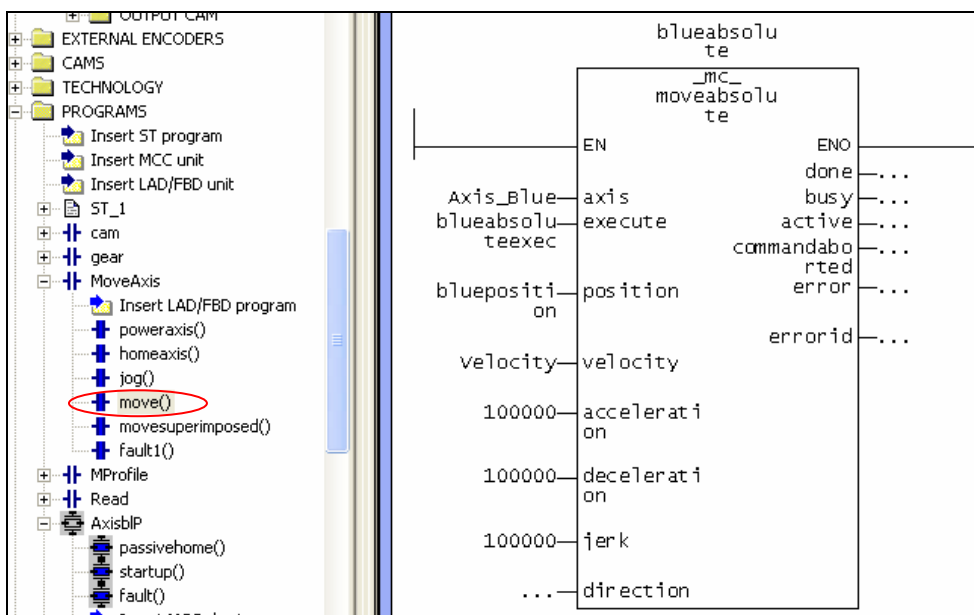
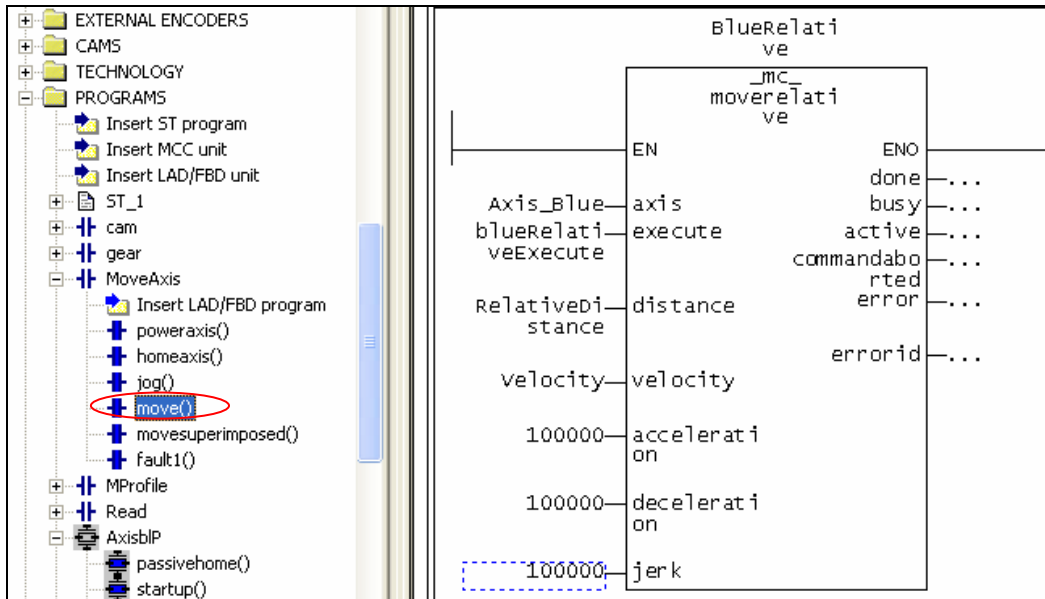

图. 35
图. 36
(6) 建立“move”轴的绝对定位及相对定位运行控制程序，方法同上，在此程序中插入轴的绝对定位功能块“_MC_MoveAbsolute”（图 35）及相对定位功能块“_MC_MoveRelative”（图 36）。